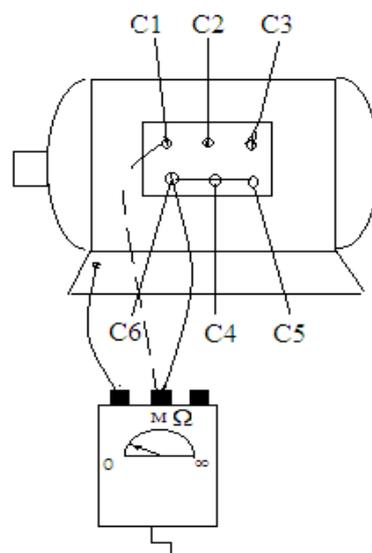

Рис. 1.2
2.2. Между обмотками и корпусом,  $(C_1+C_2+C_3) - K$  (рис. 1.2). Если сопротивление изоляции меньше нормы, необходимо их рассоединить и проверить каждую обмотку в отдельности. Значения сопротивления зафиксировать через 15 с и через 60 с после начала вращения рукоятки мегомметра.